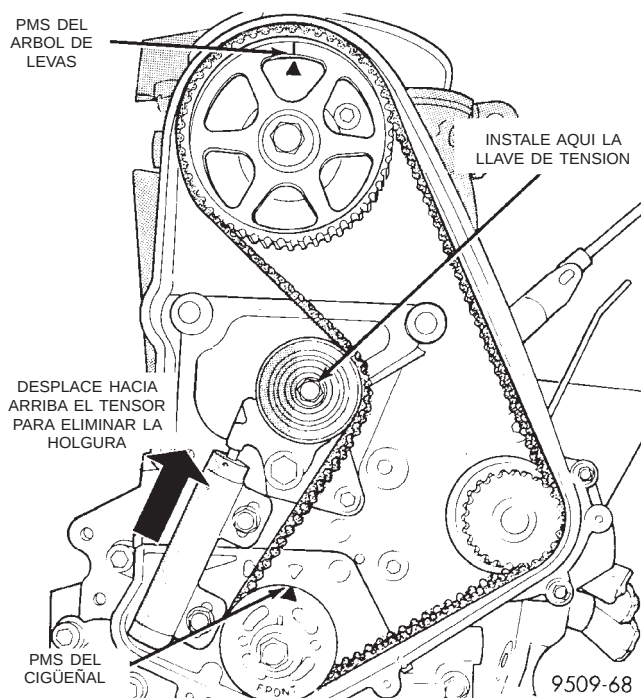

Fig. 70 Ajuste de la tensión de la correa de distribución
(8) Mueva la rueda dentada del cigüeñal al PMS, para eliminar la holgura de la correa. Instale el tensor en el bloque, pero no apriete los dispositivos de fijación.
(9) Con una llave de tensión en la polea tensora, aplique una torsión de 28 N·m (250 lbs. pulg.) (Fig. 70).
(10) Con la torsión que aplica a la polea tensora, desplace el tensor hacia arriba contra el soporte de la polea y apriete los dispositivos de fijación con una torsión de 31 N·m (23 lbs. pie) (Fig. 70).
(11) Tire del pasador del émbolo del tensor. La pretensión es correcta cuando el pasador puede retirarse e instalarse.
(12) Haga girar el cigüeñal 2 revoluciones y verifique la alineación de las marcas de reglaje (Fig. 70).
(13) Instale la mitad delantera de la tapa de distribución.
(14) Instale la ménsula del soporte del motor.